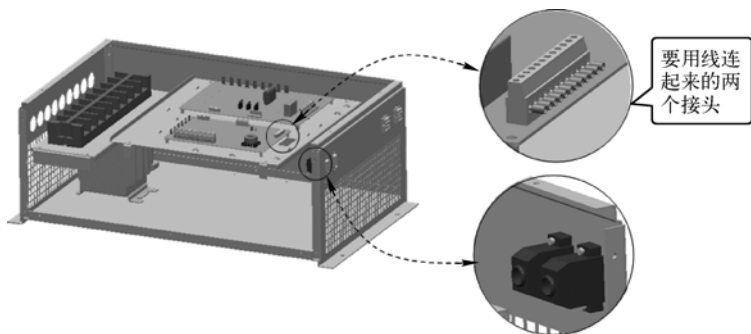

图 3-15 打开素材文件并找到要连接的接头
STEP 1 打开本书提供的素材文件“配电柜.SLDASM”，首先查看模型，找到要使用导线连接的两个接头，如图 3-15 所示。